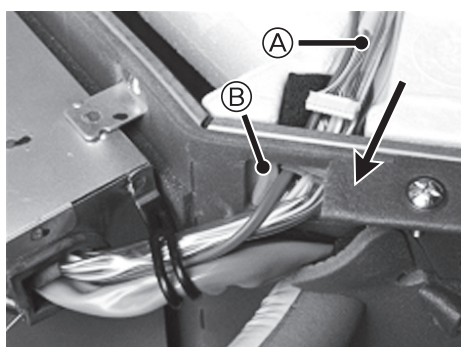

Fig. 4-2
- (1) Retire o cabo de junção sem fios que é fornecido com os acessórios.
- (2) Passe o conector da placa de controle interior (branco) do cabo de junção sem fios pelo CASQUILHO (BUSH) da unidade principal na direcção indicada pela seta. (Fig. 4-2)